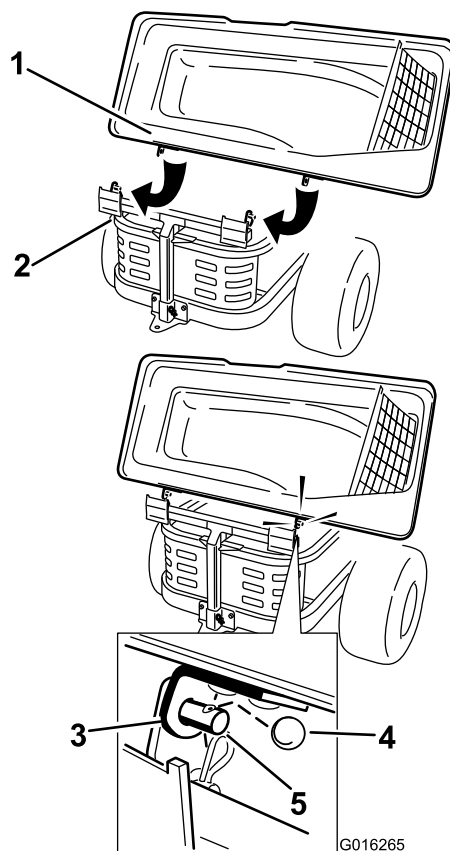

Figura 11
3. Coloque los soportes sobre las clavijas del bastidor del ensacador, e instale la chaveta circular en el taladro de la clavija derecha (Figura 11).